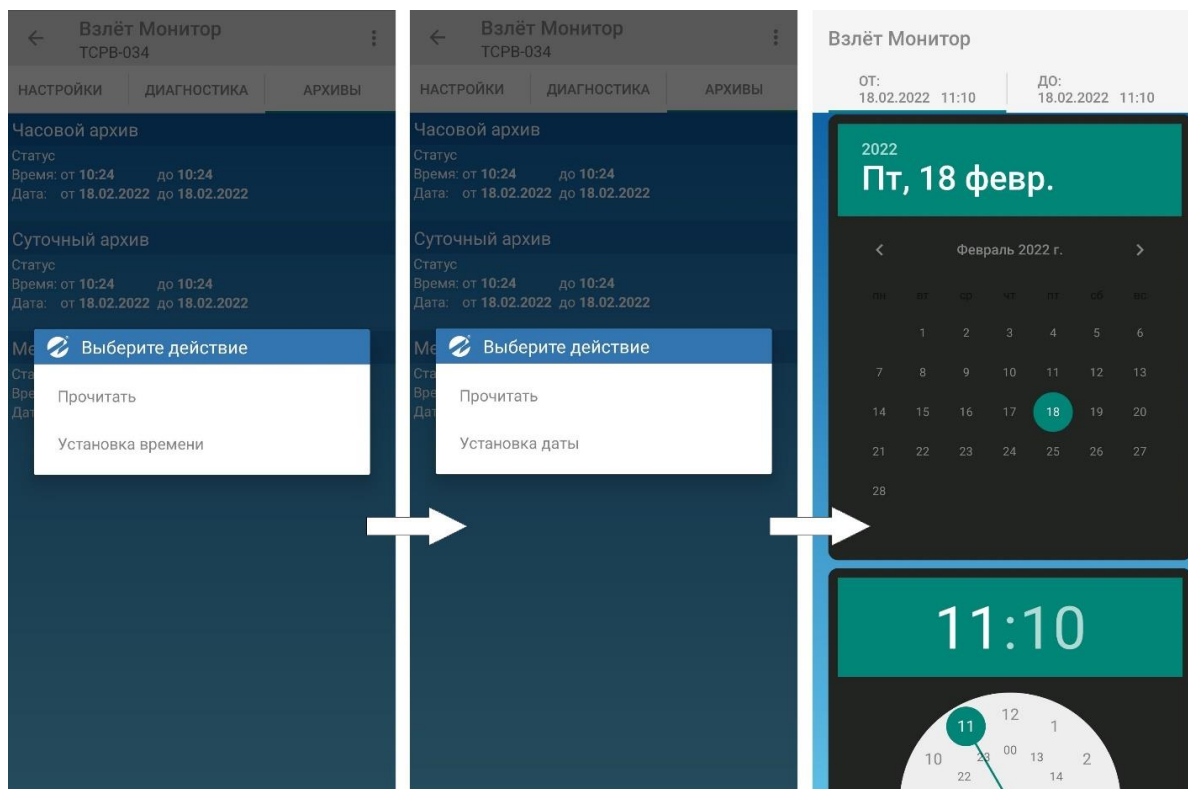

Рис.27. Настройка чтения архивов.
3.3.8. Для настройки чтения архива длительно коснитесь экрана в области необходимого архива: **Часовой архив**, **Суточный архив**, **Месячный архив** и в появившемся меню установите нужное время (часовой архив) или дату (суточный и месячный архивы) (рис.27).